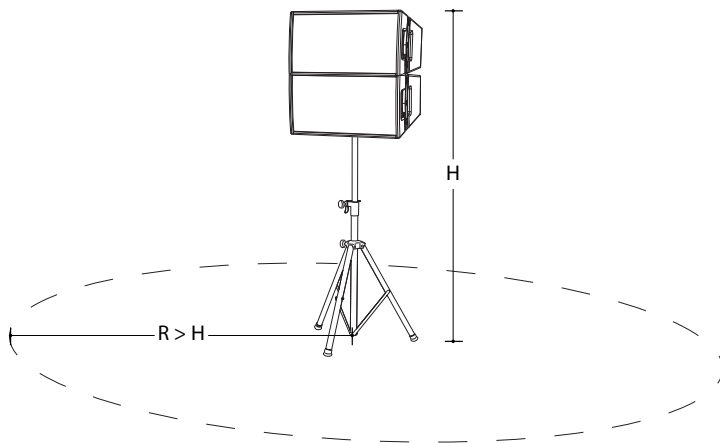

Fig.13
- Assicurarsi che non sia consentita al pubblico l'area di sicurezza e che il raggio (R) sia uguale o maggiore all'altezza (H) di montaggio (fig.13).
- Ensure that public is not allowed within a safety area which radius (R) is equal or higher than assembly height (H) (fig.13).